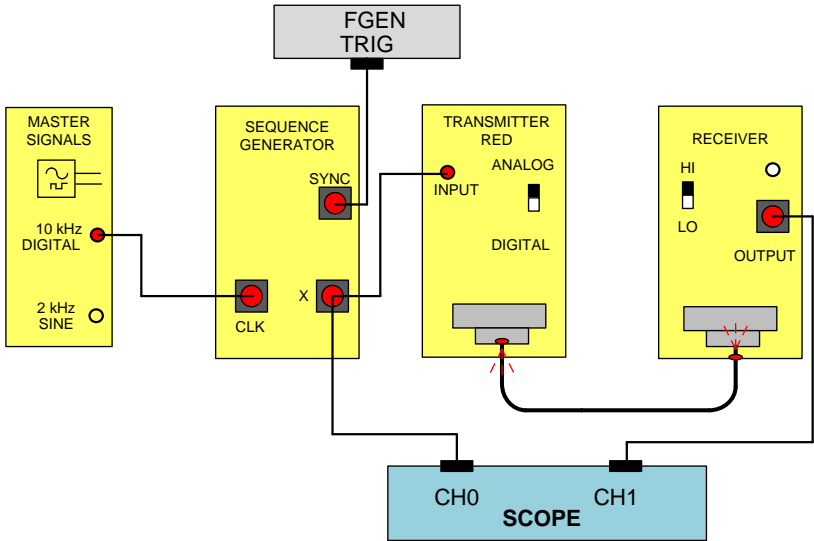

Рис.9. Схема соединений оптического модуля передачи при передаче цифрового сообщения
40. Соберите схему, как показано на рис. 9.